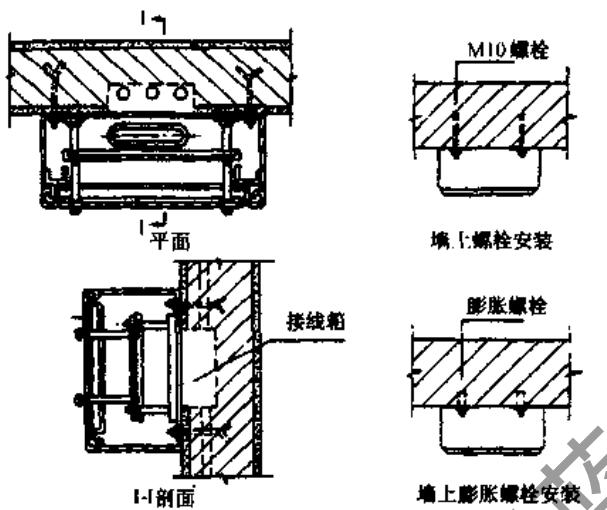

图 9-1 配电箱在墙上安装
(2) 配电箱的固定。预埋螺栓的填充材料凝固干透后，便可进行配电箱的固定安装。固定前先用水平尺和线锤校正箱体的水平度和垂直度，调整后将配电箱固定牢靠。图 9-1 所示为安装示意图。